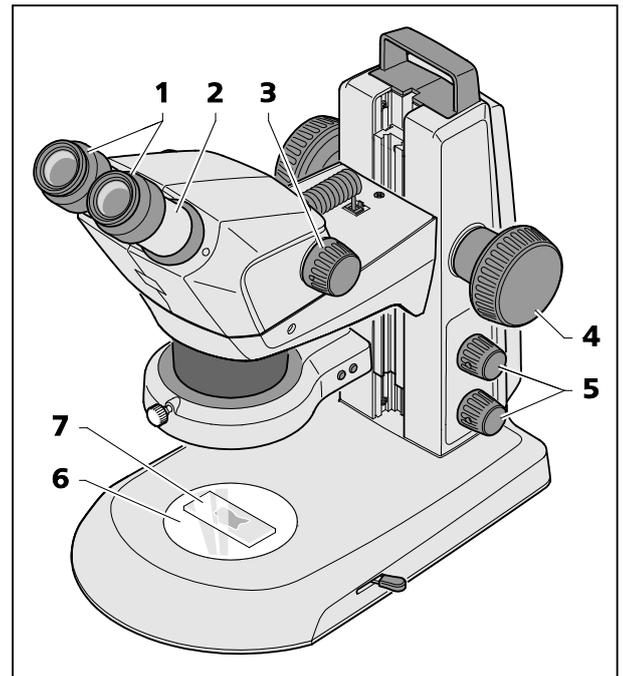

Bild 18 Stereomikroskop einstellen
1. Objekt (Bild 18/7) mittig auf die Glas- oder Kunststoffplatte (Bild 18/6) auflegen und beleuchten (Bild 18/5).
2. Dioptrienausgleich an den stellbaren Okularen (Bild 18/1) auf "0" stellen.
3. Individuellen Augenabstand durch seitliches Verschieben der Okularstützen (Bild 18/2) einstellen, bis beim Einblick in die Okulare mit beiden Augen nur **ein** beschnittfreier Lichtkreis (Objektfeld) zu sehen ist.
4. Zoom (Bild 18/3) zuerst auf die kleinste Vergrößerung einstellen.
5. Auf ein kleines markantes Detail in der Bildmitte des Objektes fokussieren (Bild 18/4).
6. Maximalen Zoomwert einstellen (Bild 18/3). Durch die Vergrößerung wird das markante Detail wahrscheinlich wieder unscharf abgebildet und befindet sich nicht mehr in der Bildmitte.
7. Objekt durch Fokussieren scharf stellen, dann das Detail durch Verschieben des Objektes erneut suchen und wieder exakt fokussieren (Bild 18/4).
8. Danach wieder auf kleinsten Zoomwert stellen und ggf. vorhandene Bildunschärfen für jedes Auge getrennt durch Dioptrienausgleich **an den stellbaren Okularen** (nicht am Fokussierknopf, Bild 18/4) korrigieren (Augenfehlerkompensation).